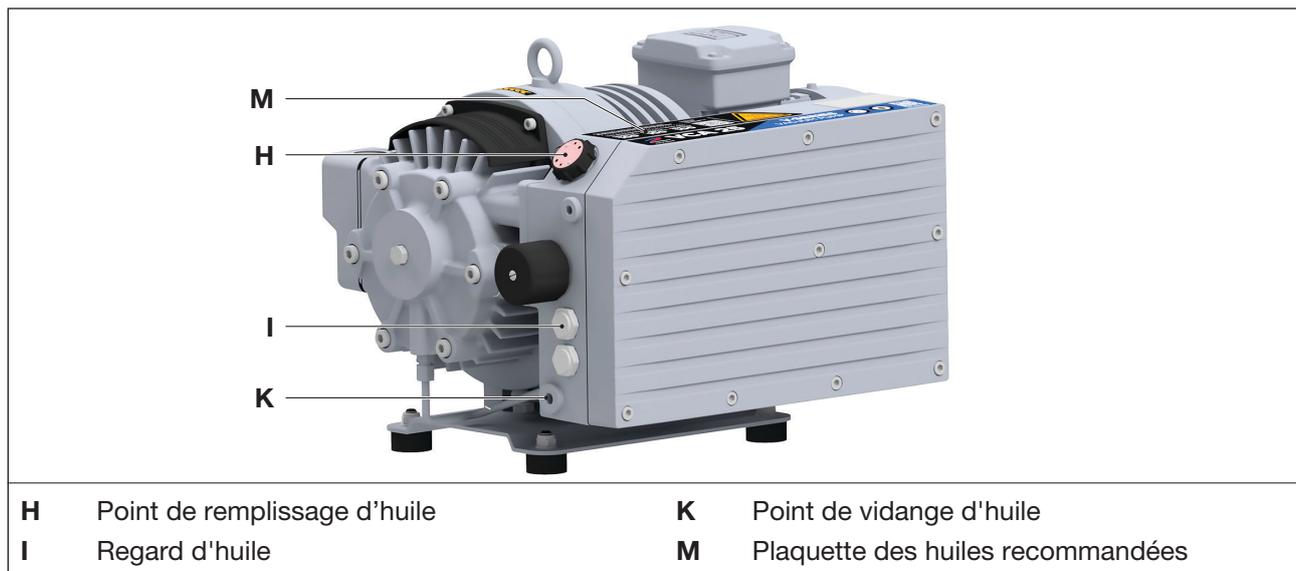

Fig. 7 Vidange d'huile
Comme matières consommables, nous recommandons d'utiliser les huiles Elmo Rietschle (voir également la plaquette des huiles (Fig. 7/M) et Tab. 3 page 32:
- Ouvrez le bouchon du point de remplissage d'huile (Fig. 7/H) et remplissez d'huile jusqu'au bord supérieur du regard (Fig. 7/I).
- Ouvrez le bouchon du point de remplissage d'huile (Fig. 7/H), ouvrez le point de vidange de l'huile (Fig. 7/K) et vidangez complètement l'huile usée.
- Obturez le point de vidange d'huile (Fig. 7/K) et versez de l'huile neuve par le point de remplissage d'huile (Fig. 7/H) jusqu'au bord supérieur du regard d'huile (Fig. 7/I).
- Contrôlez le niveau d'huile sur le regard d'huile (Fig. 7/I).